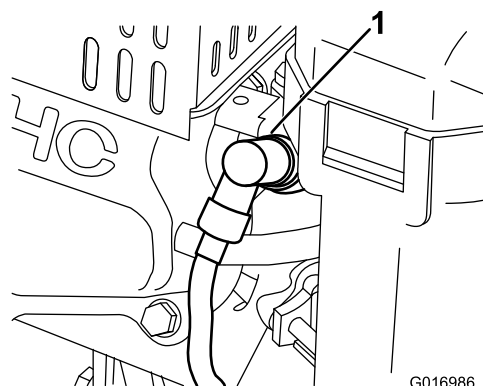

Bild 30
1. Ziehen Sie den Zündkerzenstecker ab (Bild 30).